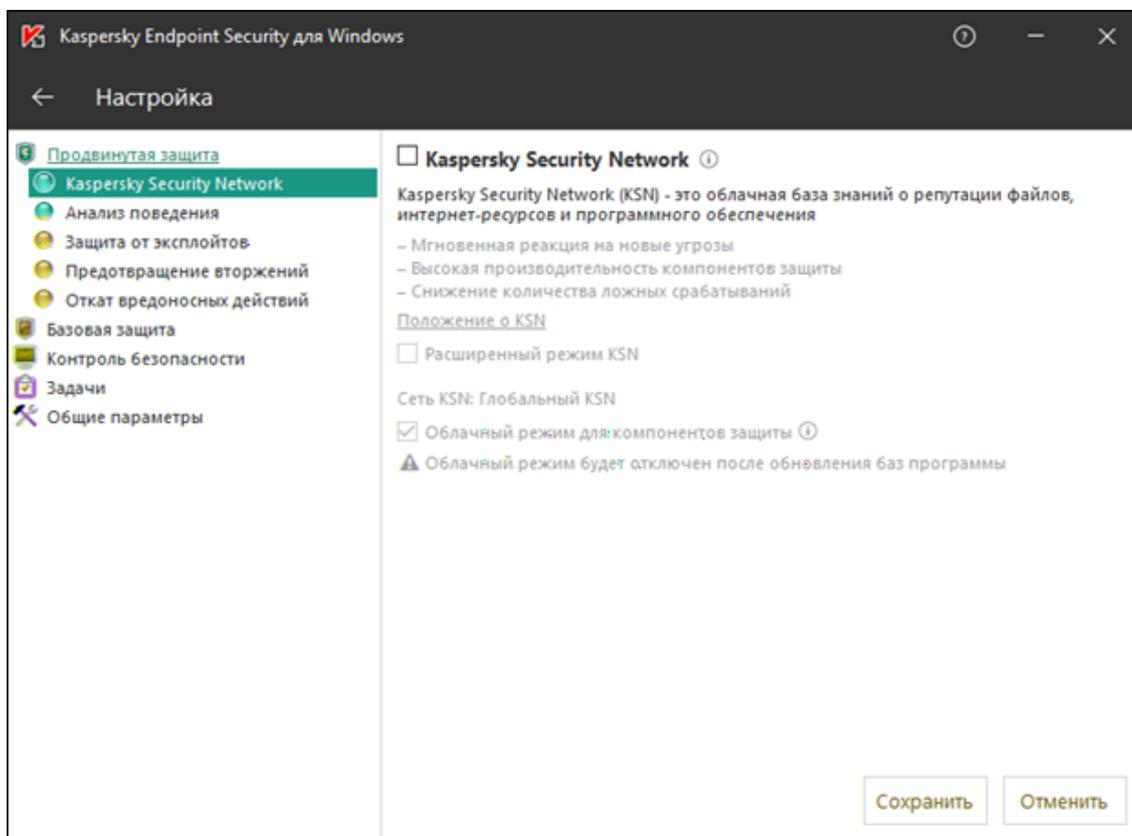

Рисунок 468 - Kaspersky Endpoint Security
- a. Отключите использование Kaspersky Security Network (Рисунок 468).